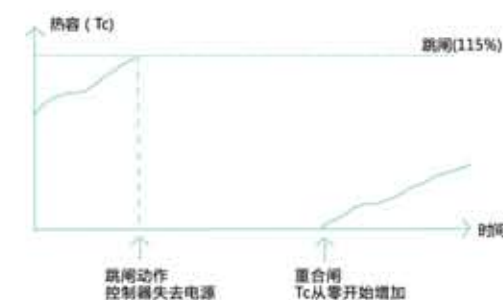

图1 无辅助工作电源时热记忆特性
- d) 控制器未接入辅助电源时，若在开关动作后立即合闸由先前电流所产生热容都被忽略。即重合闸使控制器重新上电复位，热容恢复为零。如右图1所示：